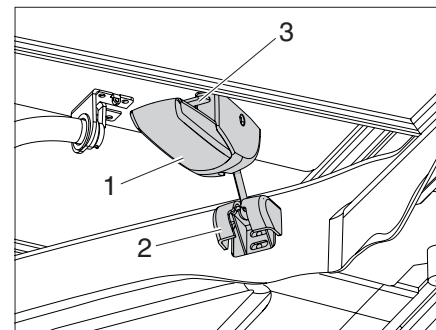

Bild 34 Verriegelungen links und rechts entspannen
- ▶ Sicherungshebel (Bild 34,3) nach oben drücken und gleichzeitig Verriegelung (Bild 34,1) links und rechts nach unten ziehen.
- ▶ Bolzen (Bild 34,2) aus der Aufnahme nehmen.